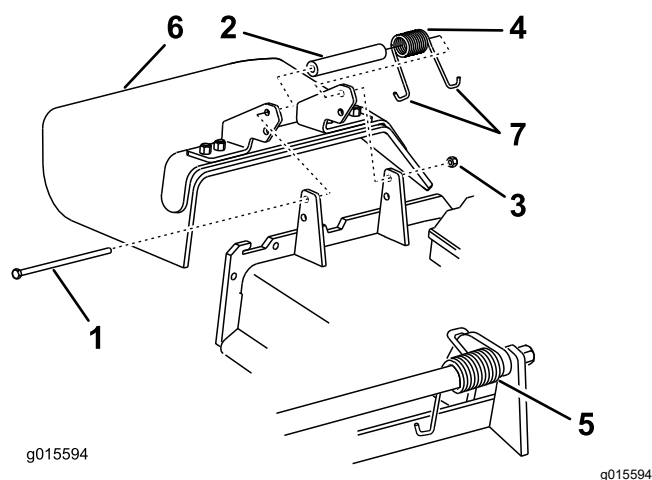

Figura 106
1. Retire la contratuerca, el perno, el muelle y el espaciador que sujetan el deflector a los soportes de pivote (Figura 106).
2. Retire el deflector de hierba dañado o desgastado (Figura 106).
la carcasa antes de instalar el perno, según se muestra en Figura 106.
6. Coloque 1 extremo en J del muelle alrededor del deflector de hierba (Figura 106).